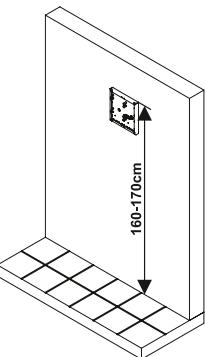
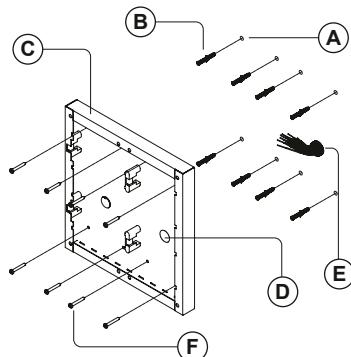

fig. 1
fig. 2
- Place the surface box against the wall (165-170cm between the top of the box and the floor level as shown in **Fig. 1**) and mark the fixing holes for the wall plugs and the hole for the cables **E** (**fig. 2**). Observe the orientation of the box with the hinge on the left;
- As shown on **Fig. 2**, drill the fixing holes **A**, insert the wall plugs **B** and feed the cables **E** through the surface box opening **D**, fix surface box **C** to the wall using the screws **F**;
- Protect the module support frame fixing holes from dust then embed the back box into the wall (165-170cm between the top of the box and the floor level as shown on the **Fig. 1**) feeding the cables **E** (**Fig. 2**) through a previously opened hole in the box. Observe the direction of the box ensuring the hinge is on the left and take care that the box profile is in line with the finished wall profile;
- Appoggiare la scatola da superficie alla parete (ci devono essere 165-170 cm tra la parte alta della scatola e il terreno come mostrato in Fig.1) e prendere i riferimenti per i fori di fissaggio tenendo conto che il gruppo di fili **E** (Fig. 2) deve attraversare il foro **D** (Fig. 2) della scatola da superficie. Se non indicato, il verso della scatola deve essere tale da lasciare la cerniera a sinistra;
- Come mostrato in Fig. 2, realizzare i fori di fissaggio **A**, inserire all'interno dei fori gli stop **B** e, facendo passare i cavi di collegamento **E** attraverso il foro **D**, fissare la scatola da superficie e alla parete utilizzando le viti **F**;
- Dopo aver opportunamente protetto i fori di fissaggio del supporto moduli, murare la scatola da incasso (lasciare 165-170cm tra la parte alta della scatola e il terreno) facendo passare il gruppo di fili **E** (Fig. 2) attraverso uno dei fori (precedentemente aperto) sul fondo della scatola. Se non indicato sul fondo della scatola, il verso deve essere tale da far rimanere la cerniera a sinistra. Fate attenzione affinché la scatola venga murata a filo muro finito;
- Poser le boîtier de surface au mur (il doit y avoir 165-170 cm entre la partie haute du boîtier et le terrain, comme illustré sur la Fig. 1) et prendre les références pour les trous de fixation en tenant compte que le groupe de fils (E) (Fig. 2) doit traverser le trou (D) (Fig. 2) du boîtier de surface. Si le sens du boîtier n'est pas indiqué, la charnière doit être à gauche ;
- Comme illustré sur la Fig. 2, réaliser les trous de fixation (A), insérer à l'intérieur des trous les stops (B) et, faisant passer les câbles de raccordement (E) à travers le trou (D), fixer le boîtier de surface au mur en utilisant les vis (F) ;